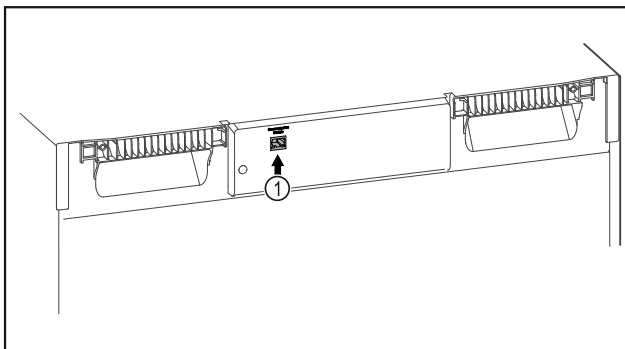

Fig. 82
- Το SmartModule Fig. 82 (1) χρησιμοποιείται.